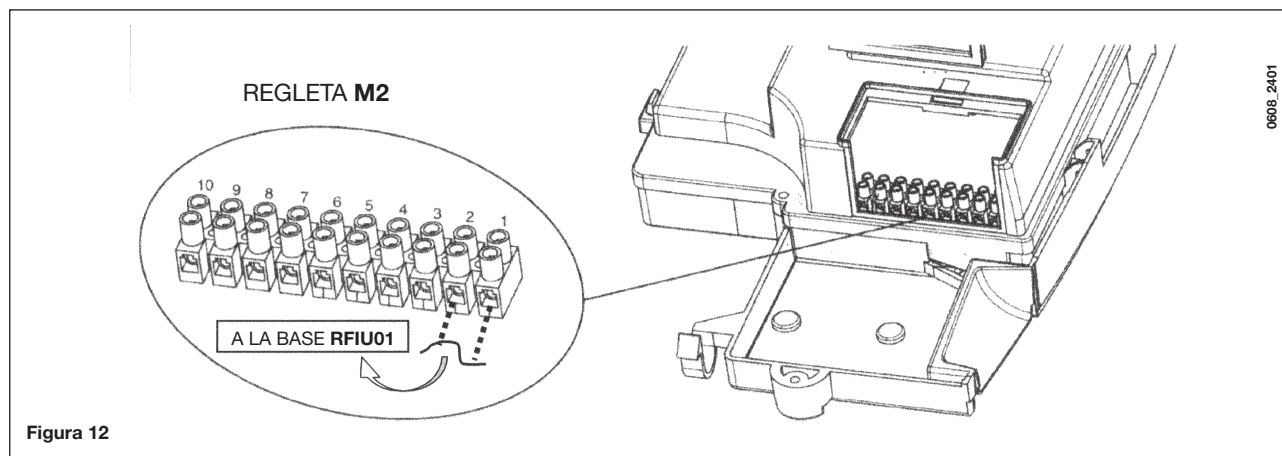

Figura 12
3. Conecte los dos hilos que proceden de la base de la regleta M2 según se indica en la figura 12.